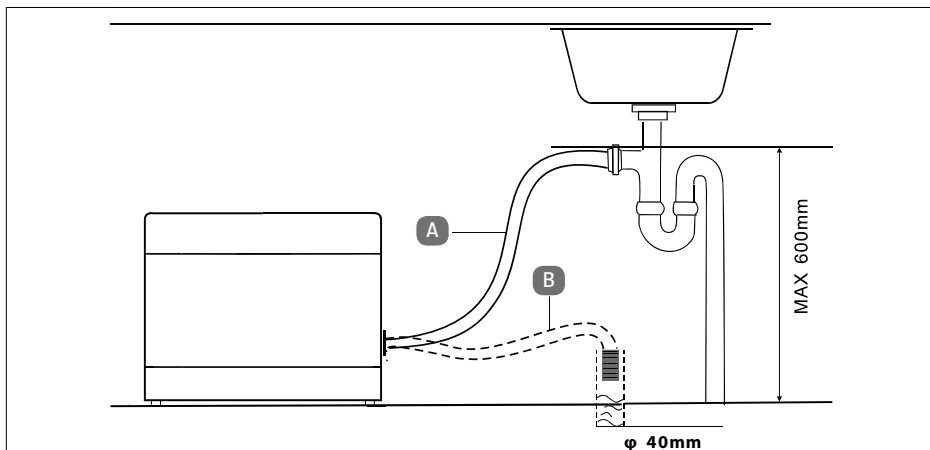

Fig. 6
- Collegare il tubo flessibile di scarico dell'acqua al sifone (per lavatrici) della tubazione di scarico sotto al lavandino. Assicurare una pendenza sufficiente del tubo flessibile di scarico. L'apparecchio deve essere posizionato almeno 4 cm sopra lo scarico (vedere la **fig. 6, A**).
- ▶ È inoltre possibile inserire il tubo di scarico dell'acqua in una tubazione di scarico. Agganciare il tubo flessibile alla tubazione di scarico in modo che non si stacchi e l'acqua possa defluire senza problemi direttamente verso il basso (vedere la **fig. 6, B**).